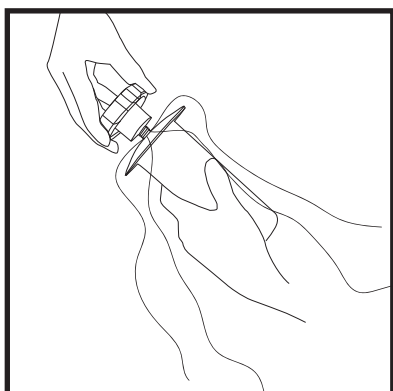

Abb. 16
12. Befestigen Sie die Mastkrone mit dem schwarzen Drehknopf durch die Öse an der Zeltspitze (Abb. 16).